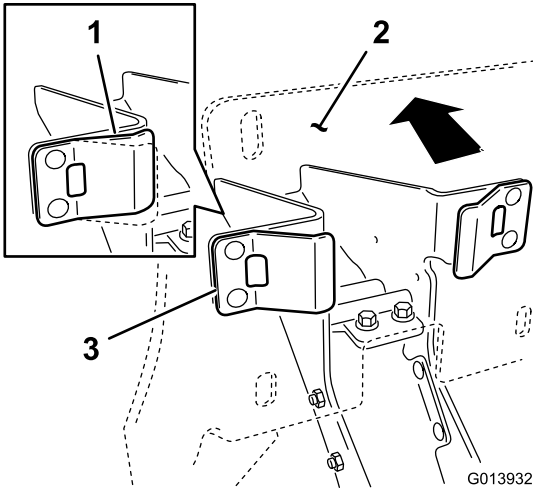

Figura 8
- Asegurándose de que los topes de plástico están en contacto con las pestañas de los muelles, aplique suficiente presión contra la chapa trasera del soporte para comprimir las pestañas de resorte hasta el punto intermedio (Figura 8).